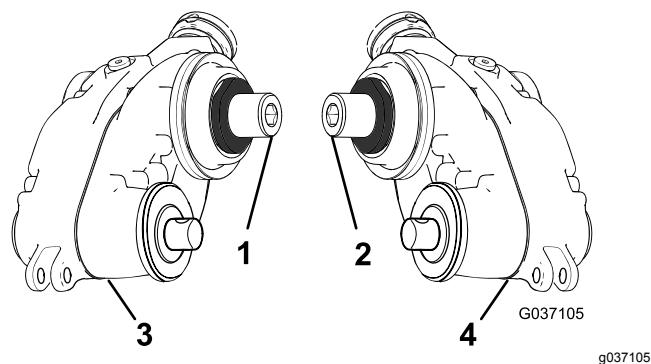

Figure 6
1. Identifiez les boîtiers d'entraînement des groomers côtés gauche et droit ; voir Figure 6.